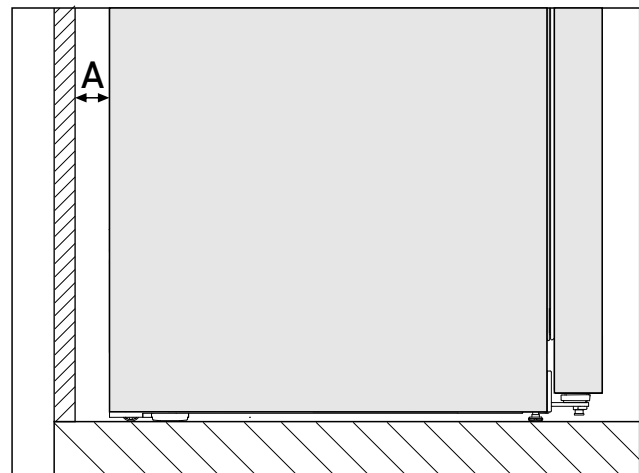

Fig. 3 *
Het energieverbruik is bepaald met een afstand tot de muur Fig. 3 (A) tussen de apparaatachterzijde en wand bepaald. Als de wandafstand minder dan Fig. 3 (A) is, heeft dit geen invloed op de werking van het apparaat. Bij een kleinere wandafstand kan het energieverbruik iets toenemen en kan er condensvorming op de achterwand van het apparaat optreden.*